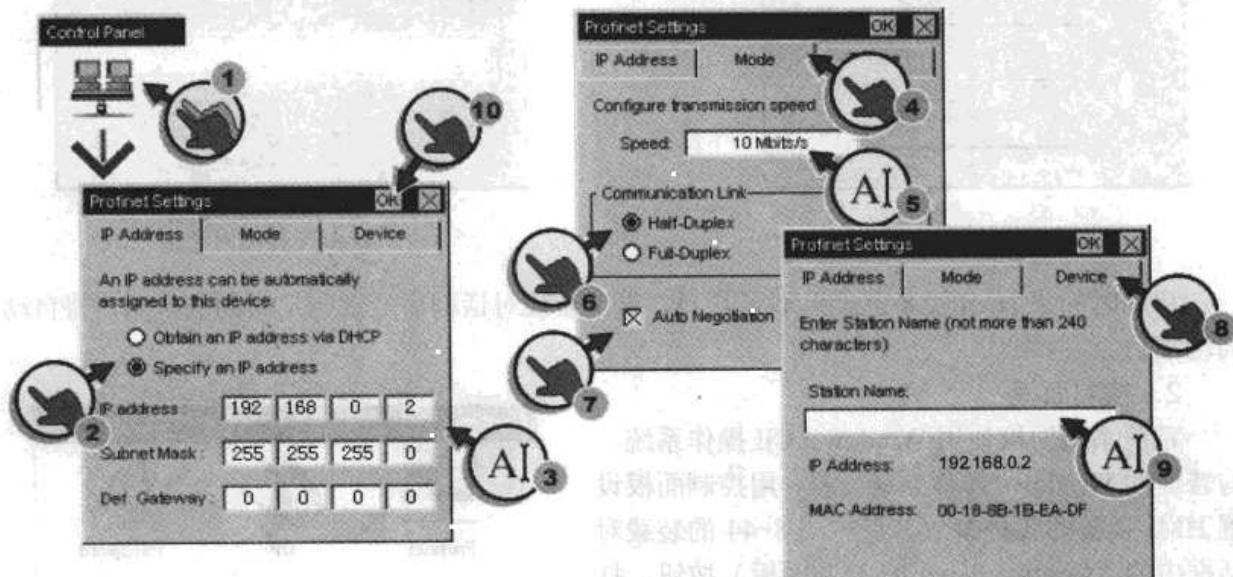

图 8-47 设置 HMI 的 PROFINET 接口参数
- 1) 双击“Profinet”按钮，设置以太网接口的通信参数（见图 8-47）。
使用精简系列面板之前，应在它的控制面板中设置好它的通信参数，具体的操作步骤如下（图 8-47 给出了各步骤的编号）：